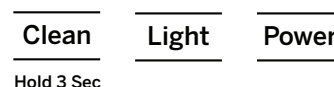

Figura 2
2. Enchufe la Opal y mantenga presionado el botón "Clean" (Limpieza) durante 3 segundos para iniciar el proceso de limpieza. Ver Figura 2.